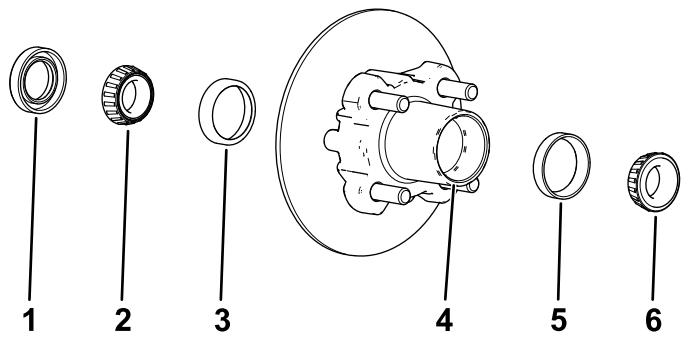

Bild 34
1. Nehmen Sie das Außenlager und den Lagerring von der Radnabe ab (Bild 34).
2. Nehmen Sie die Dichtung und das Innenlager von der Radnabe ab (Bild 34).
5. Entfernen Sie Fett, Schmutz und Rückstände aus dem Hohlraum der Radnabe (Bild 34).
7. Füllen Sie den Hohlraum der Nabe zu 50 % bis 80 % mit der angegebenen Fettsorte (Bild 34).
8. Montieren Sie das Innenlager auf dem Lagerring an der Innenseite der Nabe und setzen Sie die Dichtung ein (Bild 34).